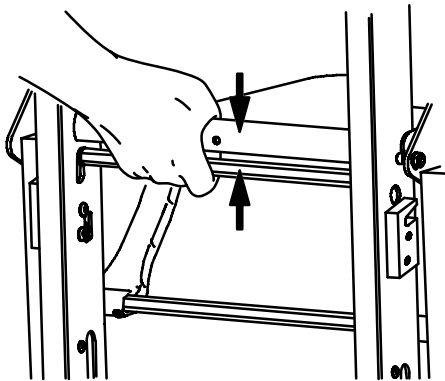

Afbeelding 6 – Hefstangen aan voeteneinde
2. Bediener voeteneinde: Druk de rode loszetknoppen in om de hefstangen aan het voeteneinde uit te schuiven en trek de handgrepen naar buiten totdat ze stoppen (Afbeelding 6). Laat de knoppen los om de handgrepen te vergrendelen.